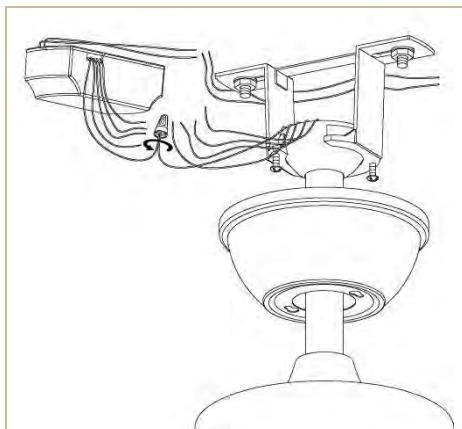

Fig. 9
- Una os cabos da mesma cor da ventoinha e o receptor. Use os conectores de cabos para unir os da mesma cor separadamente (Fig. 9).